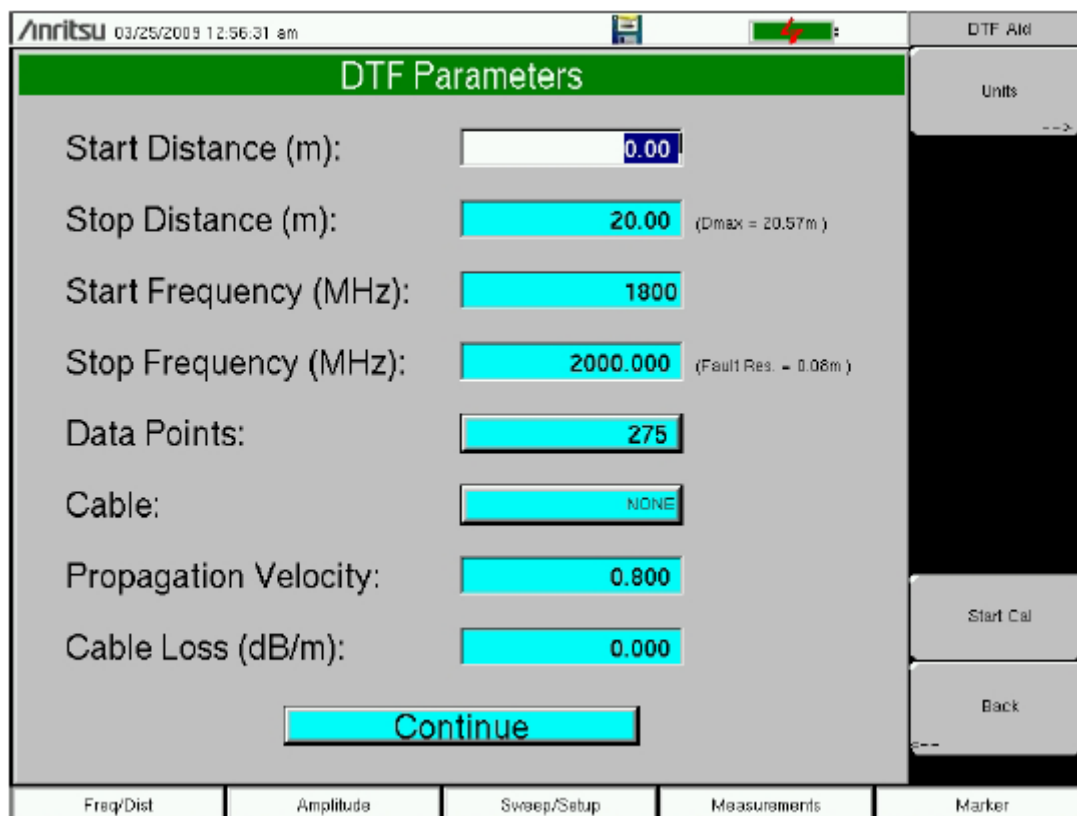

Рис. 2-14. DTF Aid – помощь в настройке параметров измерения расстояния до неоднородности
0.00 m	DTF Aid: Открывает диалоговое окно DTF Aid (Рис. 2-14) для ввода параметров.